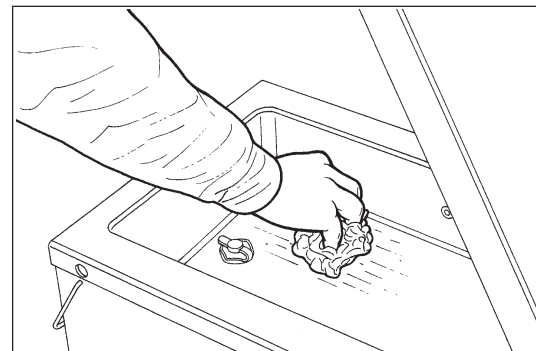

Fig. 5
- 6) Con un panno morbido imbevuto di una soluzione detergente e/o disinfettante, pulire il fondo e le superfici laterali della camera a vuoto (Fig. 5); ultimata la pulizia, per il rimontaggio seguire l'ordine inverso.